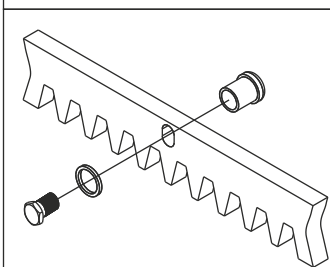

Abb. 6
5.2. An jedes Zahnstangenglied die Befestigungsklinken mit den entsprechenden Befestigungsschrauben im oberen Bereich der Öse befestigen (Abb. 6)